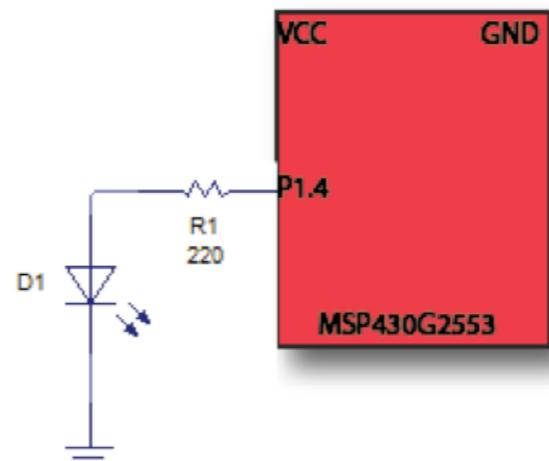

Figura 2. Diagrama de conexión del LED con el microcontrolador.
1. Conectar el LED externo con el microcontrolador, tal como se muestra en la figura 2 y 3.